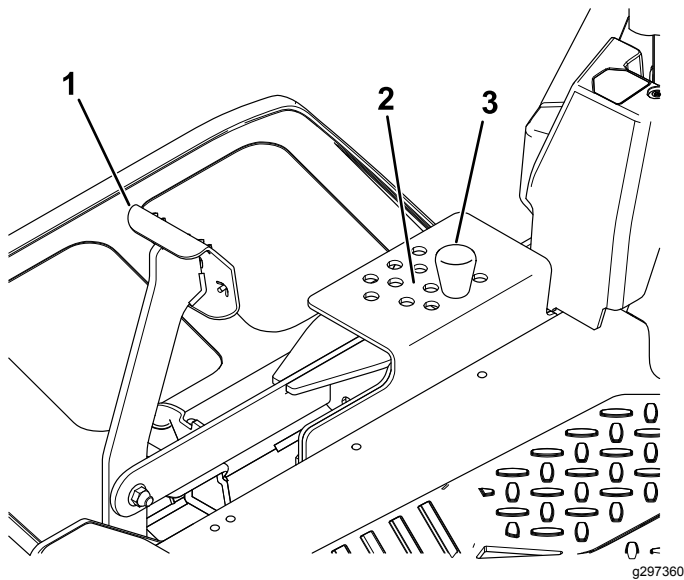

Figura 22
2. Para ajustar la altura de corte, retire el pasador del soporte de altura de corte (Figura 22).
3. Seleccione el taladro del sistema de altura de corte que corresponde a la altura de corte deseada, e inserte el pasador (Figura 22).